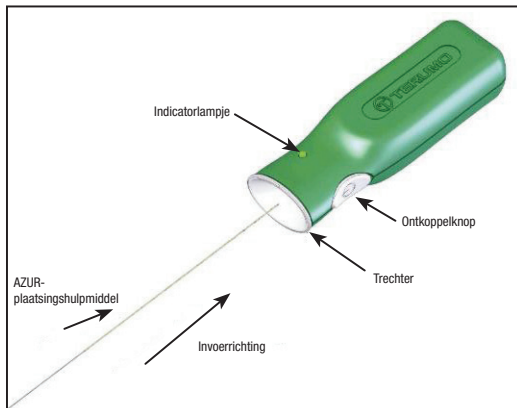

Afbeelding 1 – Schematische weergave samenstelling AZUR-systeem
1. Zie afbeelding 1 voor de schematische weergave van de samenstelling.